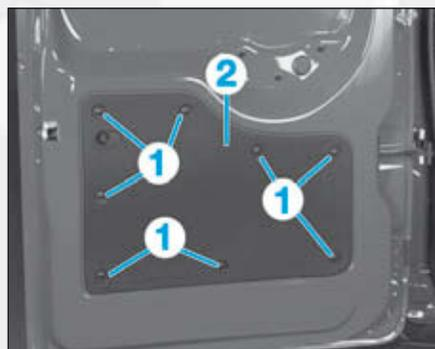
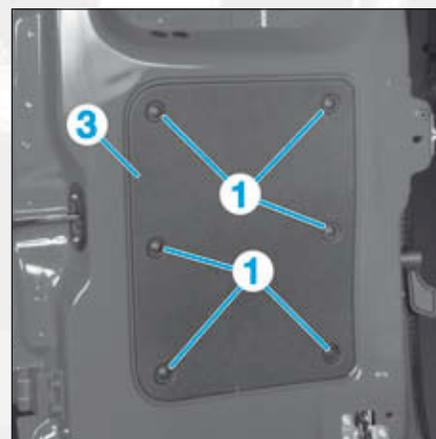

FIG.45
FIG.46
• A l'aide d'un outil plat non tranchant, déposer les agrafes (1) la garniture de porte arrière gauche (2) (Fig.45) ou arrière droite (3) (Fig.46).